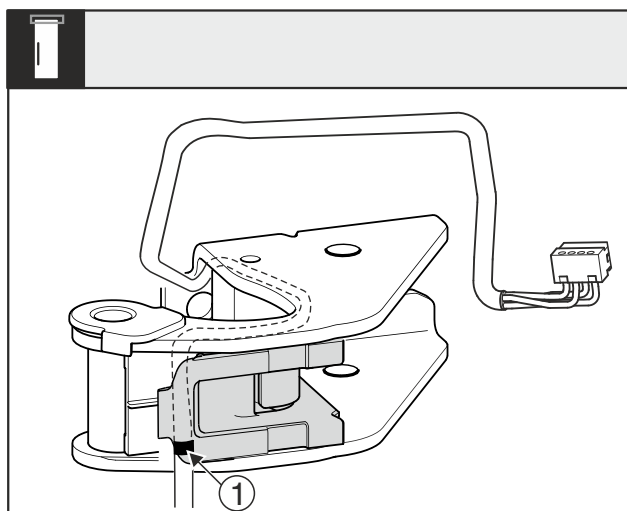

Fig. 18
- Prostřední značka Fig. 18 (1) přitom musí být na hraně držáku kabelu.